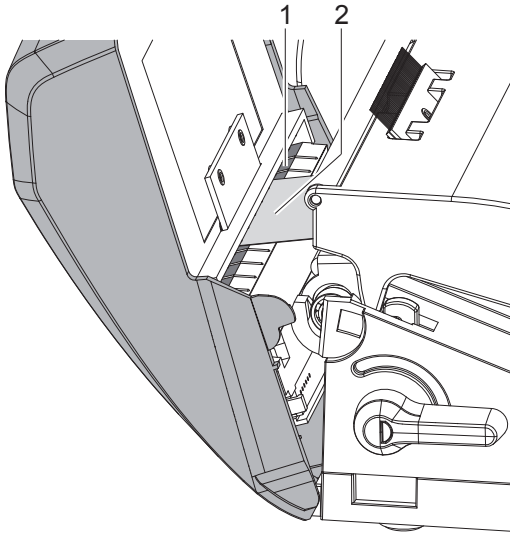

Bild 3 Etiketten oder Schlauch in Perforator einführen
- ▶ Perforator gemäß Bild 3 vorsichtig abschwenken.